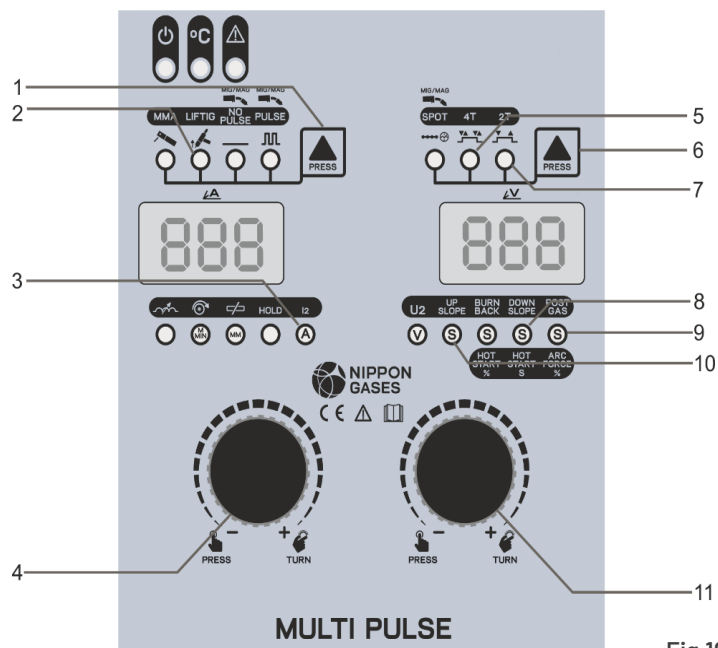

Fig.10
- Selecionar o modo de soldadura TIG pressionando a tecla 2 (Fig.10) até o led 2 (Fig.10) se acender.
- Seleccione o modo da tocha pressionando a tecla 6 (Fig. 10) até que o led 5 (Fig.10) fique no modo de tocha 4T ou o led 7 (Fig.10) para o modo de tocha 2T.
- Regular a corrente de soldadura através do botão 4 (fig.10). Durante a soldadura, este parâmetro está continuamente ativo (girando o botão 4 (Fig. 10), a corrente de soldadura é ajustada.
- Regular o tempo UP SLOPE (subida da corrente) em segundos, pressionando o botão direito 11 (Fig.10) até que o led 10 (Fig.10) se acenda.
- Regular o tempo DOWN SLOPE (rampa de descida para tratamento de crateras) em segundos, pressionando o botão direito 11 (Fig.10) até que o Led 5 (Fig.10) se acenda.
- Regular o tempo do POST GAS (intervalo após a extinção do arco para manter o gás de proteção no final da soldadura, evitar o banho de solda e o eléctrodo de tungsténio de oxidação) em segundos, pressionando o botão direito 11 (Fig. 10) até que o Led 9 (fig.10) se acenda.